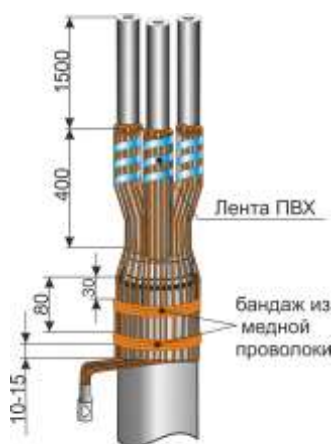

Рис.4
4. Удалить ленты, бандажирующие экран. Расплести проволоки и отогнуть до бандажа. Отогнутые проволоки уложить по каждой жиле и зафиксировать лентой ПВХ на длине 400мм (до слоя межфазного наполнителя). Затем концы проволок уложить на оболочку кабеля и зафиксировать бандажом из 3-4 витков медной проволоки. Проволоки медного экрана скрутить в жилу и оконцевать наконечником (наконечник в комплект поставки не входит). Расстояния указаны на Рис.4. Размотать электропроводящую бумагу до изгиба проволок экрана и аккуратно удалить ее.